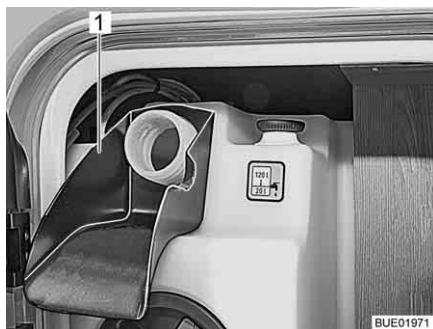

Bild 230 Påfyllningshjälp
- Stick in påfyllningshjälpen (Bild 230, 1) i påfyllningsöppningarna för dricksvatten.